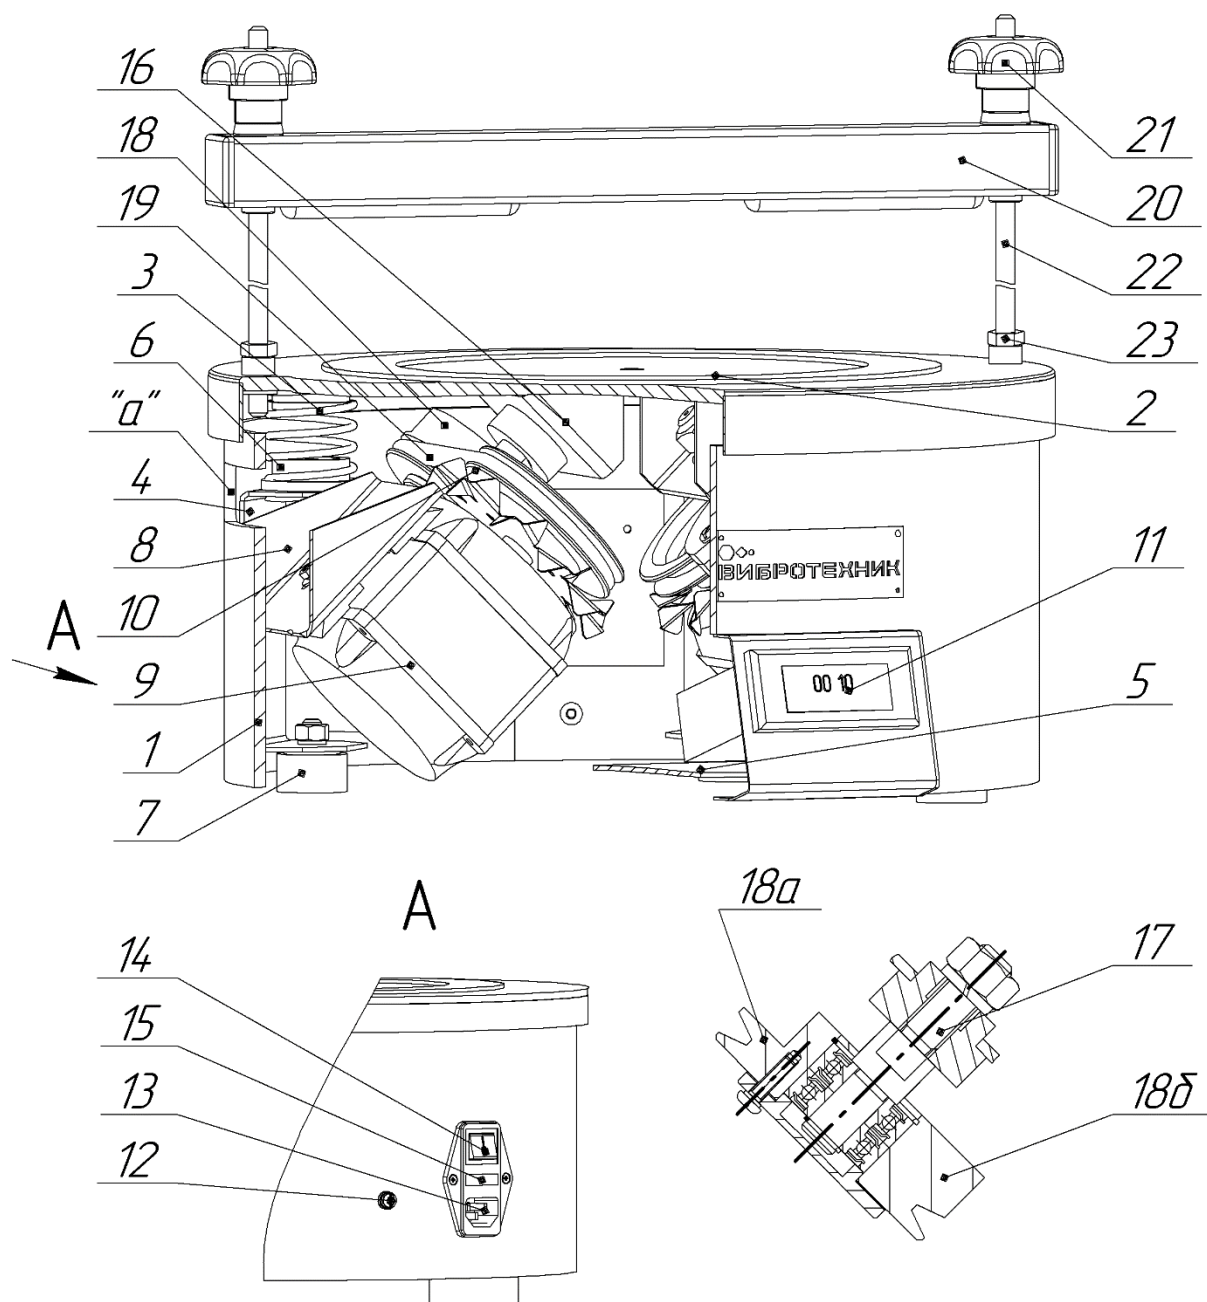
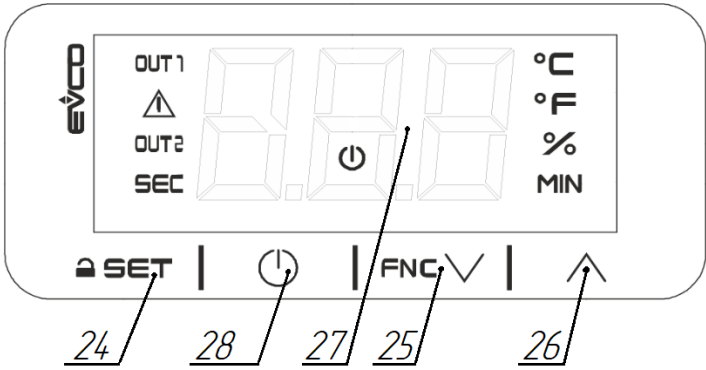

Рис. 1. Вибропривод ВП 30Т. Общий вид
Рис. 2. Таймер
- перемещать Вибропривод за непредназначенные для этого части. Допускается производить перемещение только за специальные отверстия "а" (Рис. 1) в обечайке.
- нажать кнопку 14 (Рис. 1), при этом включится таймер 11 (Рис. 2);
- запустить Вибропривод нажатием кнопки  28 (Рис. 2); при этом Вибропривод начнет работать, а на ЖК дисплее 27 начнется обратный отсчет.
е) Смонтировать устройство крепления (Рис. 1), для чего:
а) Отвернуть маховички 21 (Рис. 1) от траверсы 20 и снять их, слегка наклонив – скошенная резьба позволяет свободно перемещать маховички по шпилькам 22;
д) Отвернуть маховички 21 (Рис. 1) от траверсы 20 и снять их, приподнять траверсу и снять технологическое оборудование или колонну сит;